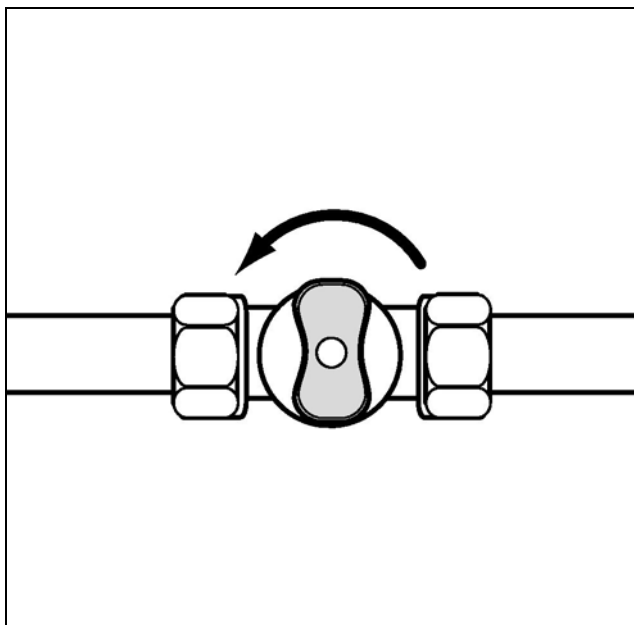

Рис. 2 Открывание газового запорного вентиля
- Закрыйте газовый запорный вентиль (рис. 2)